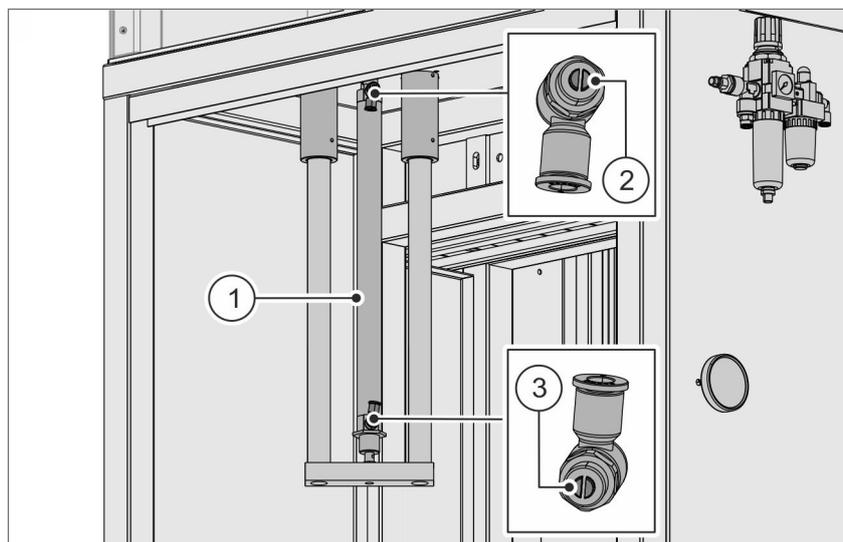

Abb. 64 Fahrgeschwindigkeit des Abfüllkopfs einstellen
03. Über die Schraube des unteren Drosselrückschlagventils Abb. 64 / ③ am Hubzylinder Abb. 64 / ① die Fahrgeschwindigkeit des Abfüllkopfs nach unten einstellen: